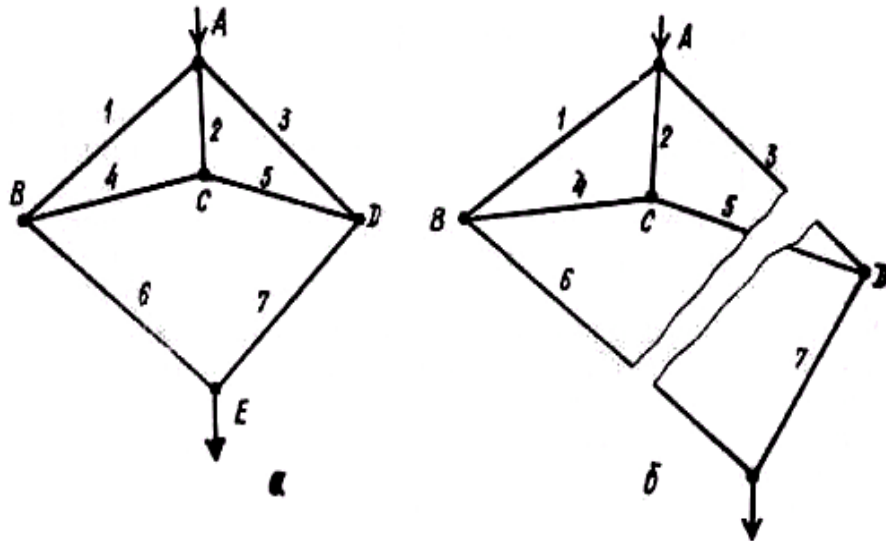

Рисунок 7 – Замкнутий граф
Слід зупинитися на одному з методів спрямованого вибору мінімальних перетинів, що використовує елементи теорії графів. Структуру подають у вигляді замкнутого графа, що має один вхід А та один вихід Е (рис. 7, а). Замкнутим називається граф, що не містить елементи, по яких не проходить жоден шлях, що зв'язує вхід графа з виходом. Ребрами такого графа служать елементи, надійність яких відома.
Нехай є граф, що містить  $m$  ребер і  $M$  вершин. Розірвемо ребра графа так, щоб частина вершин ( $N$ ) була приєднана тільки до входу графа, а інші ( $M-N$ ) вершин – до виходу графа (рис. 7, б). Цим самим порушений зв'язок між входом і виходом графа і утворені дві структури, називані деревами:  $N$ -дерево (тобто дерево, що містить  $N$  вершин) і  $(M-N)$ -дерево.
*Приклад пошуку мінімальних перетинів у структурі, що представлена на рис. 7, а.*